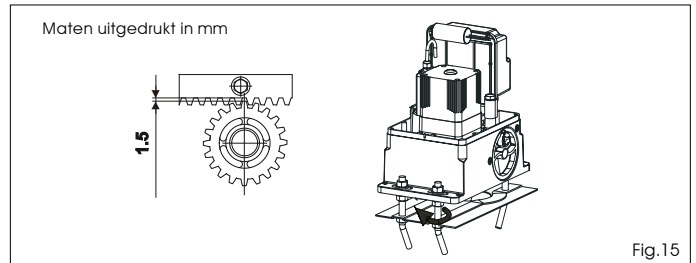

Fig.15
- Na de installatie van de tandheugel moet de positie van de motorvertraging ongeveer 1,5 mm worden verlaagd (Fig. 15), om ervoor te zorgen dat de tandheugel goed in de pignon grijpt.